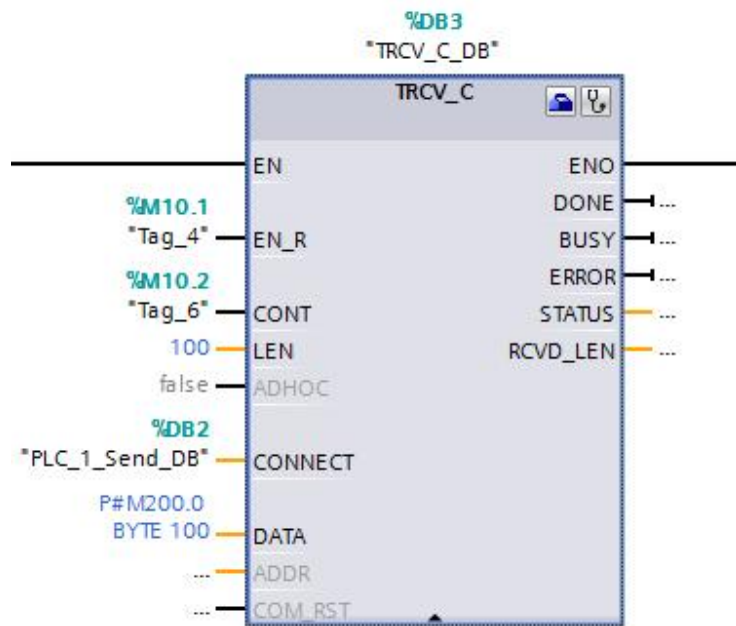

图 2-6 调用“ TRCV_C” 管理连接并接收数据
2.5 在主循环程序中调用功能块“ TRCV_C” 编写集成接收程序，为其分配背景数据块。如图 2-6 所示。“ TRCV_C” 接口参数的配置参考“ TSEND_C” 块的配置，此处从略。其中，连接参数可以新建，也可以直接选择刚才通过“ TSEND_C” 建立的连接数据块“ PLC_1_Send_DB”。本例中，选择与发送同一个连接数据块。块参数中 EN_R 参数为 1 时接收以，CONT 参数为 1 时建立保持连接，为 0 时断开连接。接收数据存储在 M200.0 开始的 100 个字节内。